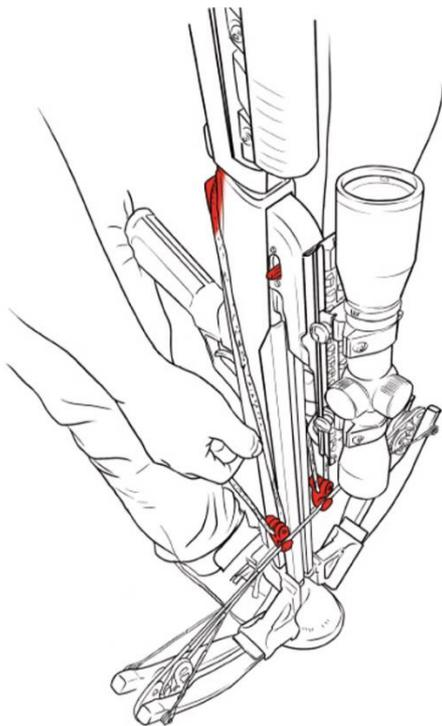

Рис.10
5. Под прикладом расположено специальное углубление. Проденьте трос натяжителя через это углубление так, чтобы рукоятки и крюки натяжителя оказались внизу. (Рис.10).